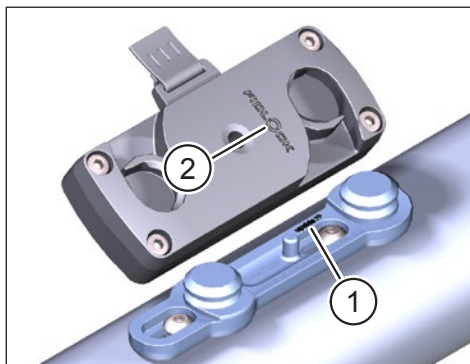

Abb. 2: Ausrichtung der FIDLOCK® Bike Base und des FIDLOCK® Force Connectors
- Beachten Sie bei der Montage auf der FIDLOCK® Bike Base die eingravierte Aufschrift **"upside>>"** (Pos. 1 in Abb. 2). Die Oberkante des FIDLOCK® Logo (Pos. 2 in Abb. 2) auf dem FIDLOCK® Force Connector muss in die Richtung des Pfeils von **"upside>>"** zeigen.